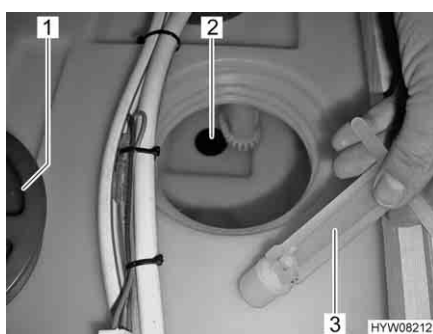

Fig. 157 Serbatoio dell'acqua, tappo di chiusura
- Svitare il coperchio (Fig. 157,1) del serbatoio dell'acqua.
- Inserire il tappo di chiusura (Fig. 157,3) nell'apertura di scarico (Fig. 157,2).